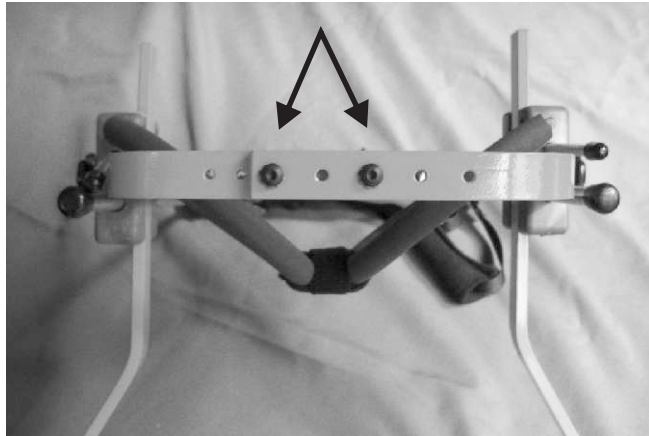

Fig. 10
16. Afloje los tornillos pasantes que se encuentran en la parte posterior de la silla utilizando la llave allen proporcionada. **Fig. 10**